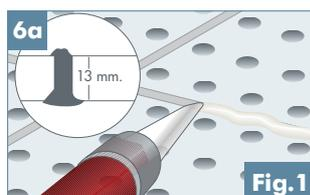

Fig.1
- Rellenar una pistola con la pasta Pregyllys 95 SB (fig. 1).